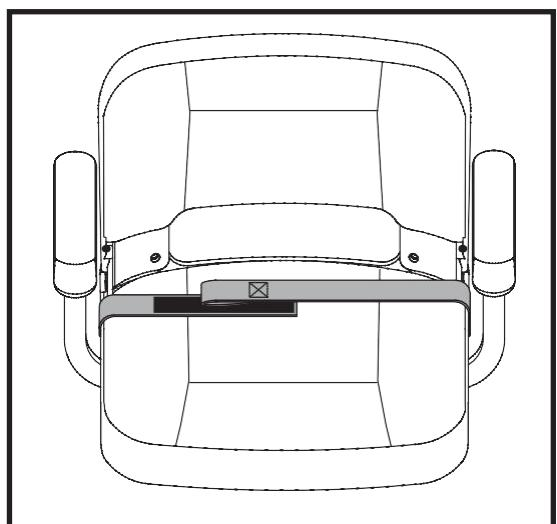

Abbildung 30. Klettverschluss
1. Richten Sie die beiden Seiten des Gurtes so aus, dass die Seite des Klettverschlusses mit den Maschen, direkt über der Seite des Klettverschlusses mit den Hähnchen liegt. Drücken Sie beide Gurtteile zusammen um den Gurt zu befestigen. Siehe Abbildung 30.